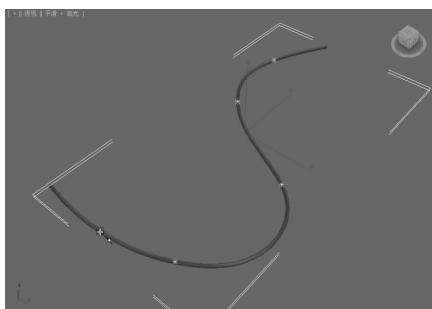

图 5-60 创建曲线点▲
- ◎(创建曲线点): 创建从属的曲线点,如图 5-60 所示。